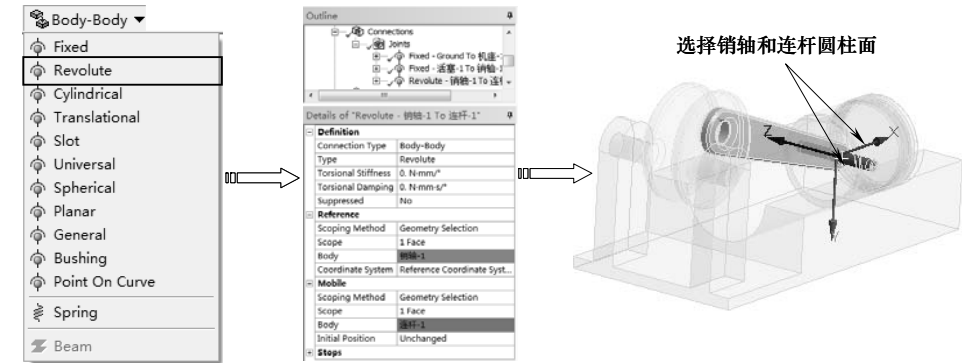

图 10-46 创建旋转副
5) 单击【Connections】工具栏上的【Body-Body】|【Revolute】命令，分析树中增加【Revolution-No Selection To No Selection】节点。分别选择如图 10-46 所示的表面，单击详细设置窗口中的【Reference】和【Mobile】列表中【Body】下的【Apply】按钮完成，如图 10-46 所示。